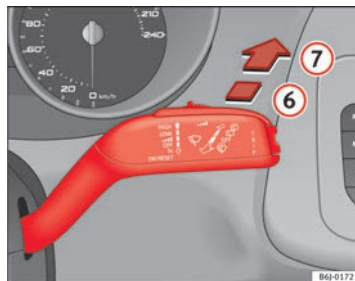

Fig. 66 Levier d'essuie-glace et de lave-glace : essuie-glace arrière
- Poussez le levier vers l'avant jusqu'au cran ⑥ ⇒ fig. 66. L'essuie-glace fonctionne environ toutes les 6 secondes. ►
- Poussez complètement le levier vers l'avant en position ⑦ ⇒ fig. 66. L'essuie-glace et le lave-glace fonctionnent simultanément. Tant que vous maintenez le levier dans cette position, le lave-glace continuera à fonctionner.